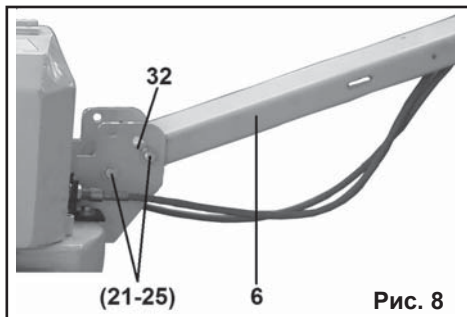

Рис. 8
7.1.3. Установите в совмещенные отверстия детали крепления (22-25). Положение рукоятки управления (6) установите на удобной вам высоте, регулируя ее положение в пазе (32) (Рис. 8). Зафиксируйте положение деталями крепления (22-25).